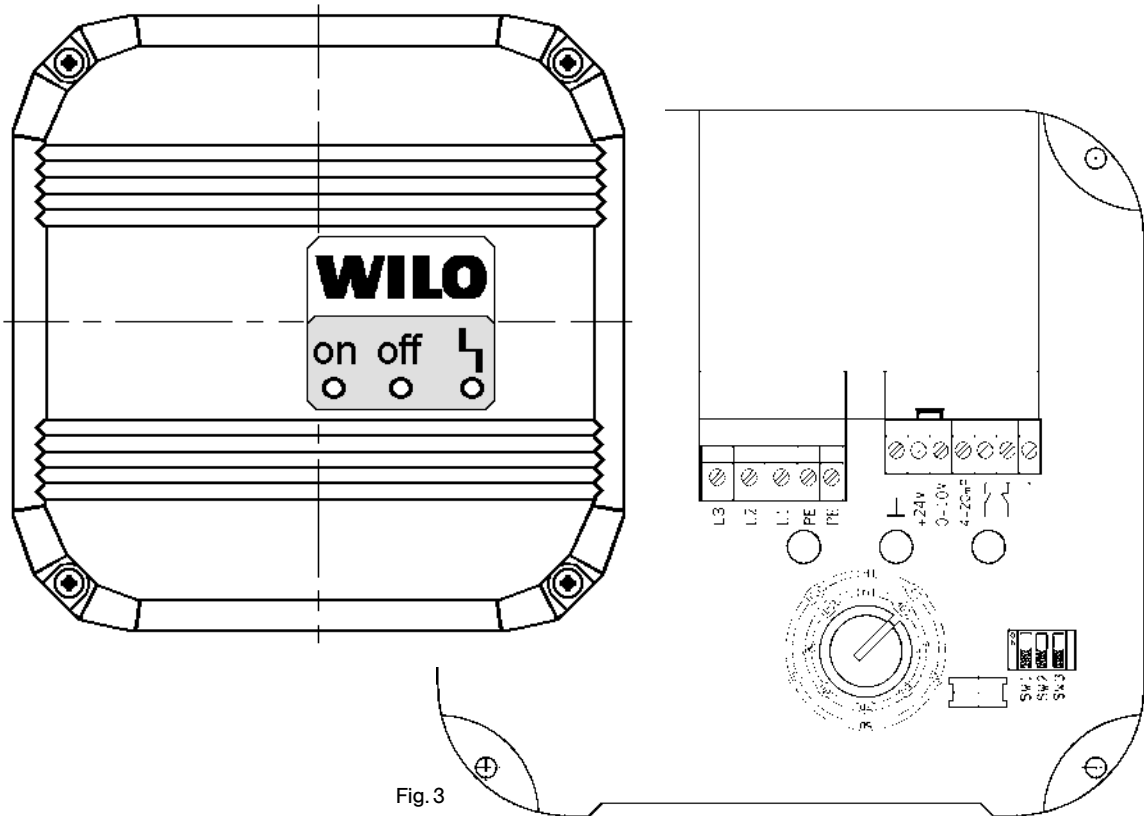

Fig. 3
- Сетевой кабель и кабель для подключения сигналов провести через резьбовые PG-муфты и соединить в соответствии с обозначениями как показано на fig. 3: